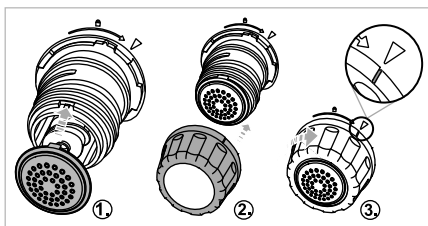

Fig. 5
- 8) Vælg den passende formskive **8** (se kapitlet **9. Formskiver**), og skub den på holderen **12**, så de to tapper på formskiven **8** glider ind i fordybningerne på holderen **12** (**fig. 5**).
- 9) Skub formskivefastgørelsen **14** på holderen **12**, og drej den med uret i retning mod **☒**-symbolet (**fig. 5**). Brug eventuelt den anden hånd til at fastgøre formskiven **8**.